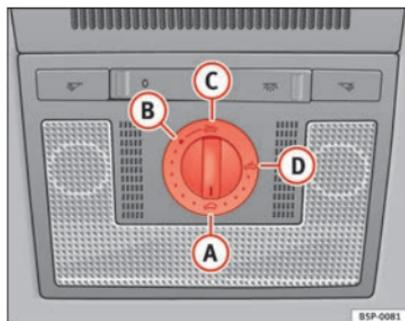

Abb. 68 Ausschnitt aus Dachhimmel: Drehschalter Schiebe-/Ausstelldach
- Drehen Sie den Drehschalter in Stellung **A** ⇒ Abb. 68 ⇒ ⚠.